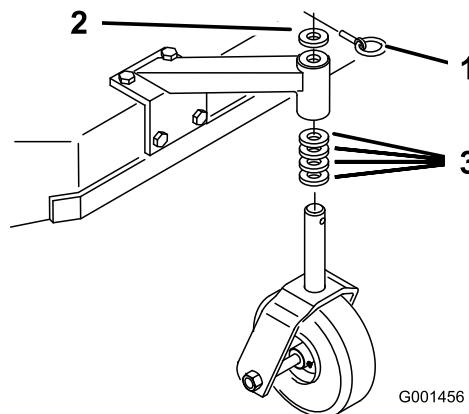

Figura 13
- Usando la Tabla de alturas de corte, ajuste los espaciadores de las ruedas giratorias según el taladro de eje seleccionado (Figura 13).
2. Retire el pasador, retire la rueda giratoria del soporte y cambie los espaciadores (Figura 13).
3. Instale la rueda giratoria en el soporte e introduzca el pasador (Figura 13).